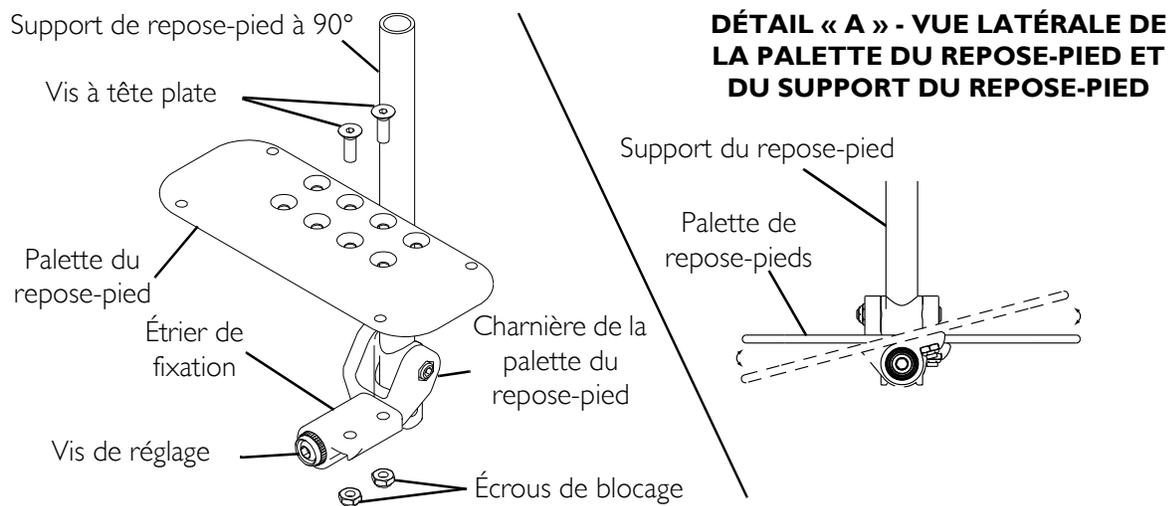

FIGURE 7.3 Réglage des palettes repose-pieds à inclinaison variable
REMARQUE : Pour cette procédure, veuillez consulter le FIGURE 7.3.
2. Placez la palette du repose-pied à l'angle nécessaire pour convenir à l'utilisateur (détail A de la FIGURE 7.3).